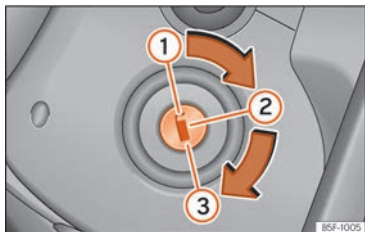

Abb. 215 Positionen des Zündschlüssels
In dieser Stellung »» Abb. 215 ① sind die Zündung und der Motor ausgeschaltet und die Lenkung kann gesperrt werden.
- Drehen Sie den Zündschlüssel in Stellung zum Anlassen des Motors »» Abb. 215 ③.
- Drehen Sie den Zündschlüssel in Stellung »» **Abb. 215** . Beim Vorglühen des Motors leuchtet die Kontrollleuchte  auf.
- Drehen Sie den Zündschlüssel in Stellung  **Abb. 215** .
- Ziehen Sie den Zündschlüssel in Stellung **» Abb. 215 ① »** .